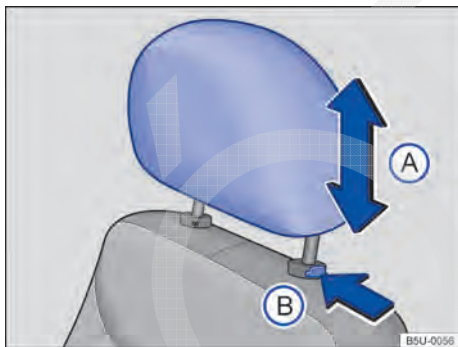

Fig. 78 Ajustar o apoio para cabeça dianteiro.
- Empurrar o apoio para cabeça para cima ou para baixo na direção da seta → Fig. 78 (A) → ▲ em *Introdução ao tema* na página 84.